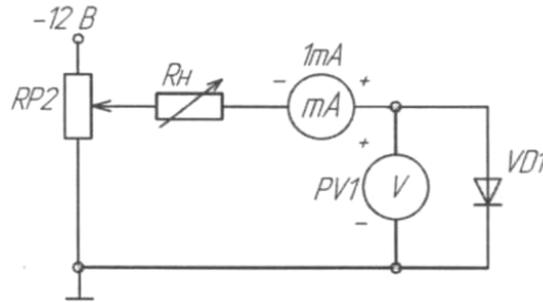

Рис.2
1. Собрать схему для исследования выпрямительного диода на постоянном токе в соответствии с принципиальной схемой (рис. 2). Для измерения анодного тока включить миллиамперметр постоянного тока с пределом 100 мА. Для измерения анодного напряжения использовать мультиметр. Последовательно с диодом включить токоограничивающий резистор R_n (RP2 на стенде).
10. Собрать схему для снятия обратной ветви ВАХ диода Шотки, заменив VD1 на VD2 (рис.2).